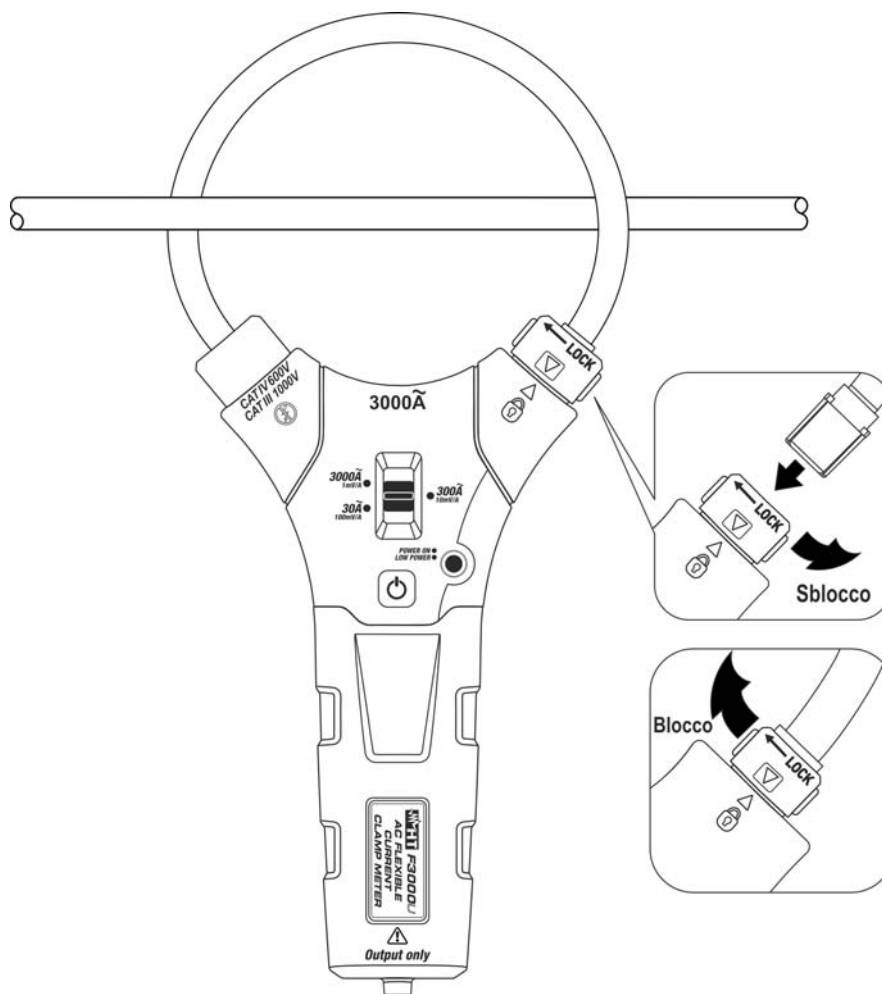

Fig. 2: Apertura/chiusura toroide flessibile
- Per ottenere le caratteristiche di precisione dichiarate posizionare sempre il conduttore il più possibile al centro del toroide (vedere Fig. 2)
1. Ruotare di un quarto di giro in verso antiorario il connettore di fissaggio per sbloccare il toroide (vedere Fig. 2)
3. Reinscrivere il toroide nella sede e ruotare di un quarto di giro in verso orario il connettore di fissaggio fino ad allineare le due frecce presenti sulla plastica per bloccare il toroide (vedere Fig. 2)